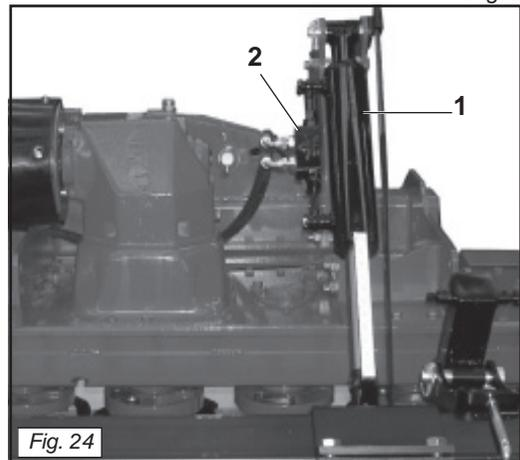

Fig. 24
La macchina è provvista di 2 cilindri idraulici (accessori a richiesta, 1 Fig. 24). Dopo averla agganciata al trattore, si devono collegare a quest'ultimo i tubi idraulici che permettono l'azionamento dei cilindri per la regolazione del rullo. L'operatore stesso può, quindi, dall'interno del trattore, effettuare la regolazione più idonea. I tubi idraulici hanno delle etichette adesive di riconoscimento (Fig. 19) che rappresentano:
*The machine has 2 hydraulic cylinders (accessories available on request, 1 Fig. 24).*
La machine est dotée de 2 vérins hydrauliques (accessoires sur demande, 1 Fig. 24).
*Die Maschine ist mit 2 hydraulischen Zylindern ausgestattet (Sonderzubehör auf Anfrage, 1 Abb. 24).*
La máquina cuenta con 2 cilindros hidráulicos (accesorios a pedido, 1 Fig. 24); después de haberla enganchado al tractor, se deben conectar al tractor los tubos hidráulicos que permiten el accionamiento de los cilindros para la regulación del rodillo. Por lo tanto el operador mismo puede efectuar la regulación más adecuada desde adentro del tractor. Los tubos hidráulicos tienen etiquetas adhesivas de identificación (Fig. 19) que representan:
- I due cilindri, inoltre, sono provvisti di una valvola di blocco automatica (2 Fig. 24).
- The two cylinders also have an automatic blocking valve (2 Fig. 24).
- Les deux vérins sont aussi dotés d'une vanne automatique de blocage (2 Fig. 24).
- Die beiden Zylinder haben außerdem ein automatisches Sperrventil (2 Abb. 24).
- Además los dos cilindros cuentan con una válvula de bloqueo automática (2 Fig.24).